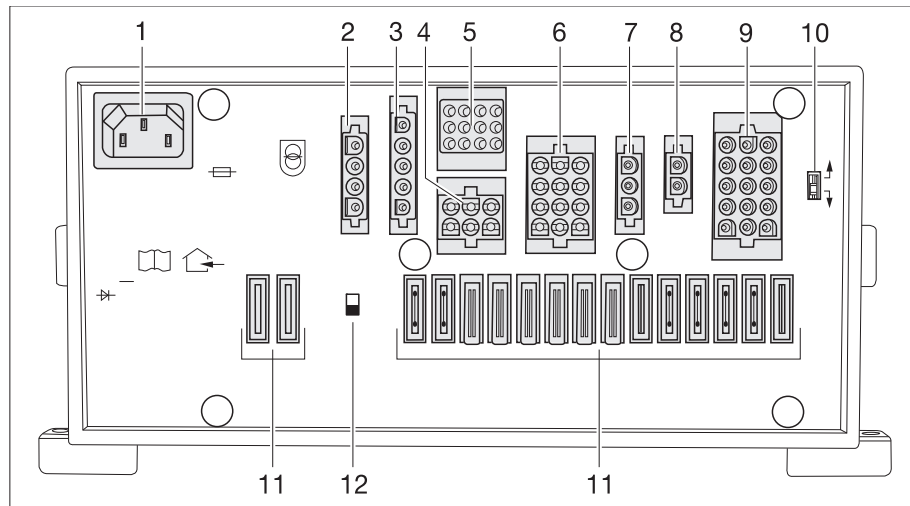

Fig. 241 Bloque eléctrico (EBL 119)
- ▷ El separador de batería (Fig. 241,12) desconecta todos los consumidores que están conectados al bloque eléctrico, de la fuente de alimentación 12 V.
- ▶ Si el selector de batería (Fig. 241,10) está mal ajustado se puede formar gas detonante. ¡Peligro de explosión!
En el selector de batería (Fig. 241,10), el módulo de carga en el bloque eléctrico se puede ajustar al tipo de batería del habitáculo montada en el vehículo ("plomo-gel", "plomo-ácido" o AGM).